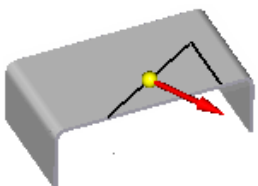
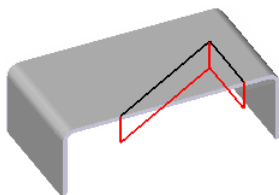

图 6.3.12 定义材料侧方向
图 6.3.13 定义冲压方向
(1) 在“冲压除料”命令条中单击“侧步骤”按钮，定义其材料侧方向如图 6.3.12 所示，单击鼠标左键。
(2) 在“冲压除料”命令条中单击按钮，在“距离”文本框中输入值 20，并按 Enter 键。
(3) 在“冲压除料”命令条中单击按钮，系统弹出“冲压除料选项”对话框，在“拔模角 (1)”文本框中输入值 25，在“倒圆”区域选中 ☒ “包括倒圆 (1)”复选框，在“凹模半径”文本框中输入值 10；选中 ☒ “包含凸模侧拐角半径 (A)”复选框，在“半径 (R)”文本框中输入值 2，单击按钮。
(4) 定义冲压方向，如图 6.3.13 所示，单击鼠标左键。